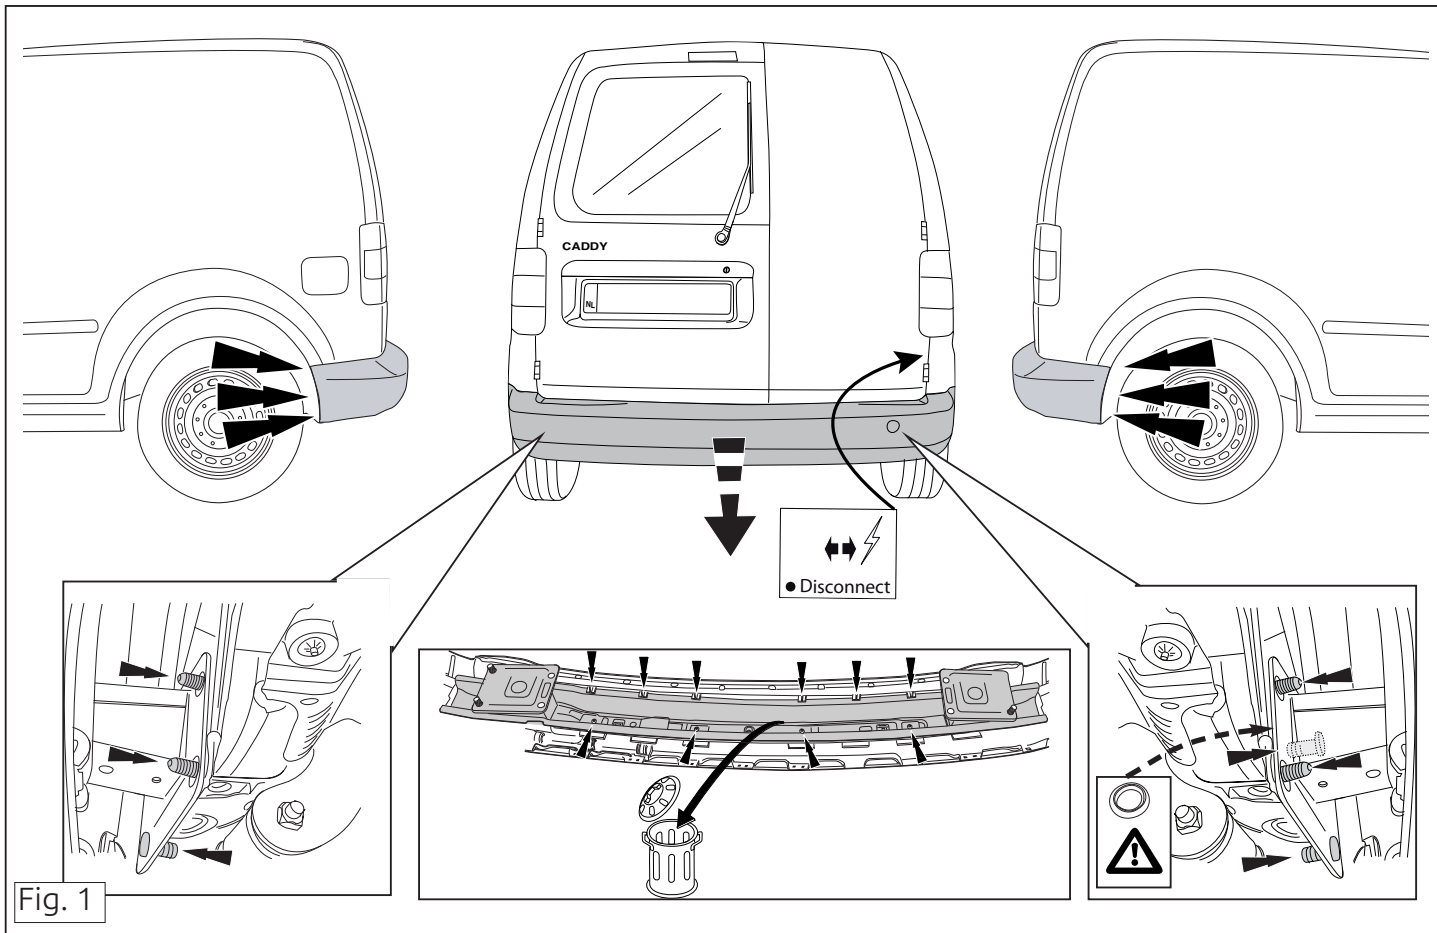

Fig. 1
1. **Внимание, если имеются:** Отсоединить проводку вспомогательной системы для парковки (PDC). (см. рис. 1).
2. Снять бампер вместе со стальным буферным брусом автомобиля; буферный брус больше не понадобится (см. рис. 1).